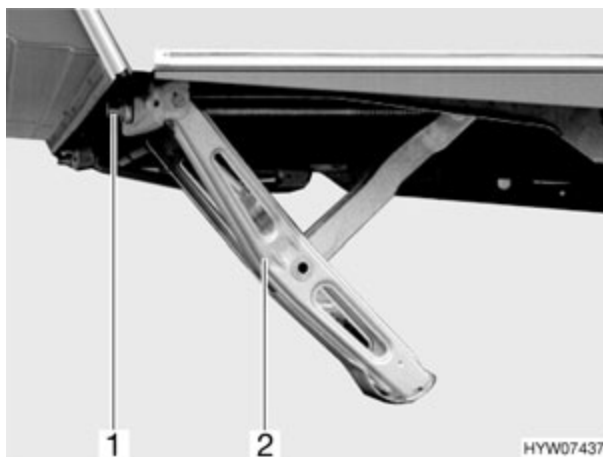

Fig. 18 Stabilisateur en position abaissée
- Pour cela, placer la manivelle livrée en série avec la caravane sur l'écrou à six pans (Fig. 18,1) du stabilisateur (Fig. 18,2) avant de la tourner. Le stabilisateur sort.